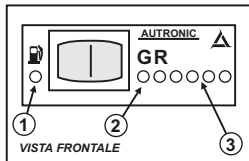

Fig.1
- POSIZIONE GAS (G-Fig. 1): il led giallo è acceso (2-Fig. 1) e viene visualizzato il livello tramite quattro led verdi e uno rosso per la riserva (3-Fig. 1)
- POSIZIONE BENZINA (B-Fig. 1): il led rosso è acceso (1-Fig. 1)